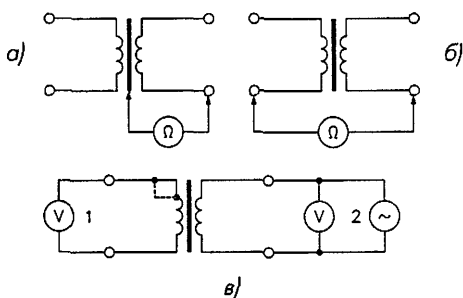

Рис. 6.2. Схемы проверки трансформатора на замыкание:
Проверка на короткое замыкание между обмотками, между обмотками и корпусом производится омметром (рис. 6.2а,б). Прибор включают между выводами разных обмоток, а также между одним из выводов и корпусом. Так же проверяется и сопротивление изоляции, которое должно быть не менее 100 МОм для герметизированных трансформаторов и не менее десятков мегаом для негерметизированных. Самая сложная – проверка на межвитковые замыкания. Существует несколько способов проверки трансформаторов:
- проверка коэффициентов трансформации на холостом ходу (рис. 6.2в). Коэффициент трансформации определяется как отношение напряжений, показываемых вольтметрами 2 и 1. При наличии межвитковых замыканий (отмечено пунктиром) коэффициент трансформации будет меньше нормы;